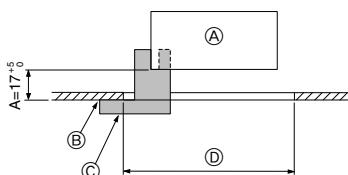

Fig. 5-2
5.2. Vorbereitung zum Anbringen des Gitters (Fig. 5-2)
- Mit der mit diesem Bausatz gelieferten Lehre ③ die Position der Anlage im Verhältnis zur Zimmerdecke überprüfen. Wenn die Anlage im Verhältnis zur Zimmerdecke nicht vorschriftsmäßig in Position gebracht wurde, kann dies zu Luftdurchlässigkeit oder zur Bildung von Kondenswasser führen.